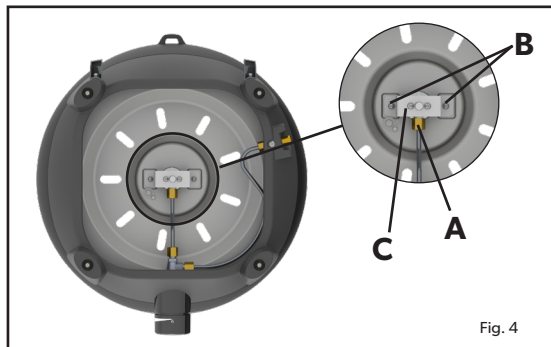

Fig. 4
- Si consiglia di pulire o sostituire l'ugello del getto ogni sei (6) mesi per garantire un funzionamento efficiente e continuo dell'apparecchio.
- Per rimuovere il getto, rimuovi tutte le superfici libere dal dispositivo e capovolgili l'unità base. Utilizzando una chiave adatta, allentare il dado (A) (Fig. 4). Svitare le 2 viti (B) (Fig. 4). Rimuovere la staffa (C) per esporre l'ugello. (figura 5). Rimuovere l'ugello utilizzando una chiave adatta. Non utilizzare pinze sull'ugello in quanto ciò potrebbe danneggiare l'ugello e renderlo inutilizzabile o impossibile da rimuovere. Avvitare il nuovo ugello nella valvola. Non serrare eccessivamente in quanto ciò potrebbe danneggiare il getto.